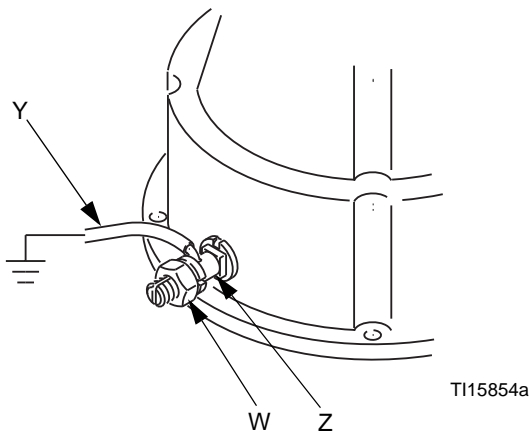

FIG. 1 Aarddraad
**Pomp:** gebruik een aarddraad en klembeugel. Zie FIG. 1. Draai de borgmoer (W) van de aardlip (Z) los. Steek een uiteinde van de aarddraad (Y) in de aard-schroef en draai de borgmoer stevig vast. Sluit de aardklem aan op een echt aardpunt. Bestel onderdeelnr. 237569, aarddraad en klembeugel.